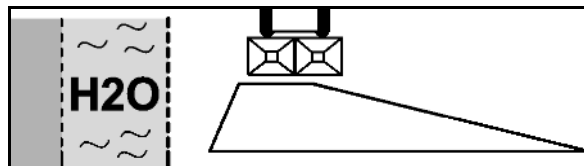

Bild 48
2. Dikesspridning enligt gödselförordningen (Bild 48):